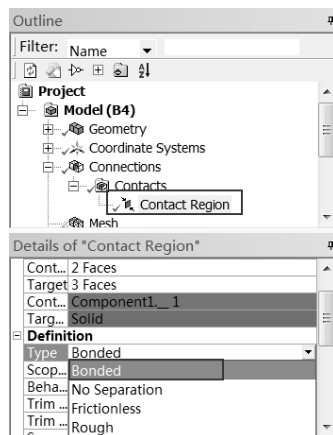

图 10-51 接触类型设置
Step2: 选择 Mechanical 界面左侧 Outline (分析树) 中的 Connections Contacts Contact Region 命令, 在如图 10-51 所示的 Details of “Contact Region” 面板中做如下设置。